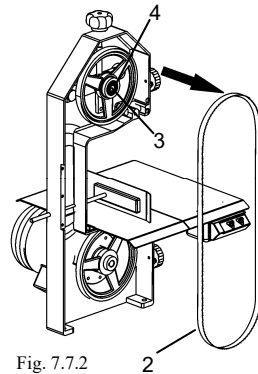

Fig. 7.7.2
- Prendre la lame 2 et l'extraire de la poulie comme indiqué sur la fig. 7.7.2